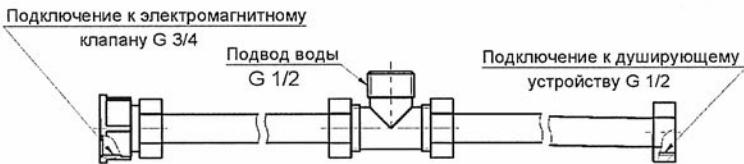

Рис. 3
Для контроля температуры внутри продукта имеется щуп. Изделие также укомплектовано душирующим устройством для проведения влажной уборки рабочей камеры. В нерабочем положении щуп и душирующее устройство устанавливаются на кронштейны, расположенные на левой боковой панели изделия (см. рис. 3).
- 1.9. Для подключения душирующего устройства используется кран, расположенный с левой стороны изделия. Его подключение осуществляется с помощью тройника и гибкой подводки. Схема соединения тройника и подводок показана на рис. 3